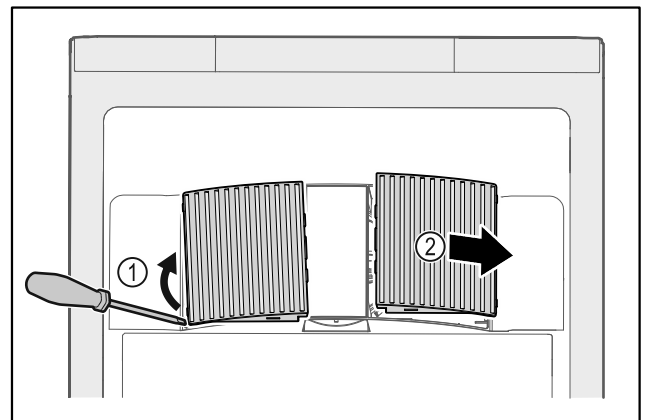

Fig. 144
- Ventilatorabdeckungen vorsichtig von der Seite heraushebeln Fig. 144 (1) und nach vorne abnehmen Fig. 144 (2).